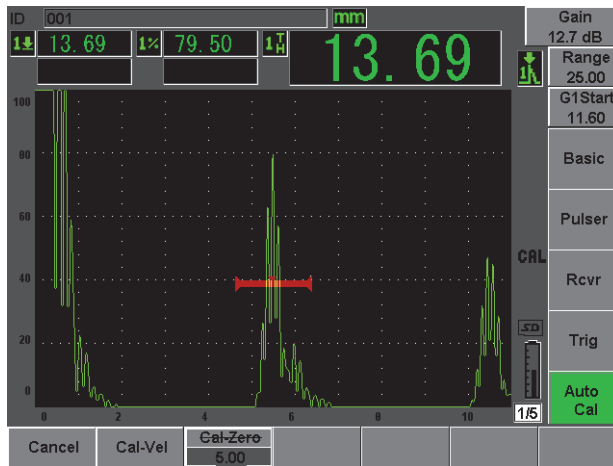

Figure 2-15 Départ de la porte 1
11. Amenez l'indication à 80 % de la hauteur plein écran à l'aide de la fonction **(AUTO XX)** [voir la Figure 2-15 à la page 52].